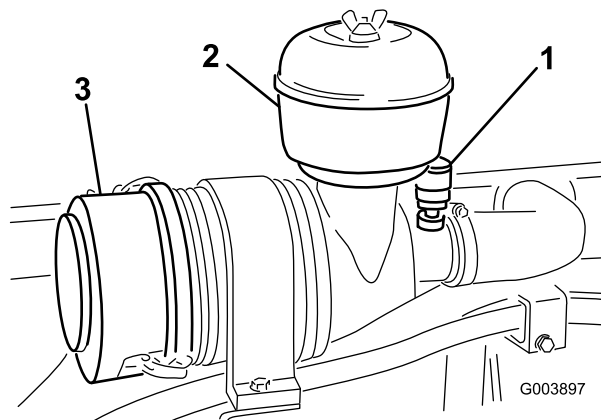

Bild 50
1. Nehmen Sie die Daumenschraube ab und nehmen Sie dann die Abdeckung von der Vorreinigerglocke ab (Bild 50).
Warten Sie den Luftfilter nur, wenn die Wartungsanzeige am Luftfiltergehäuse rot ist (Bild 50).
1. Lösen Sie die Riegel und nehmen Sie die Abdeckung vom Luftfiltergehäuse ab (Bild 50).
9. Stellen Sie die Anzeige (Bild 50) zurück, wenn sie auf Rot steht.